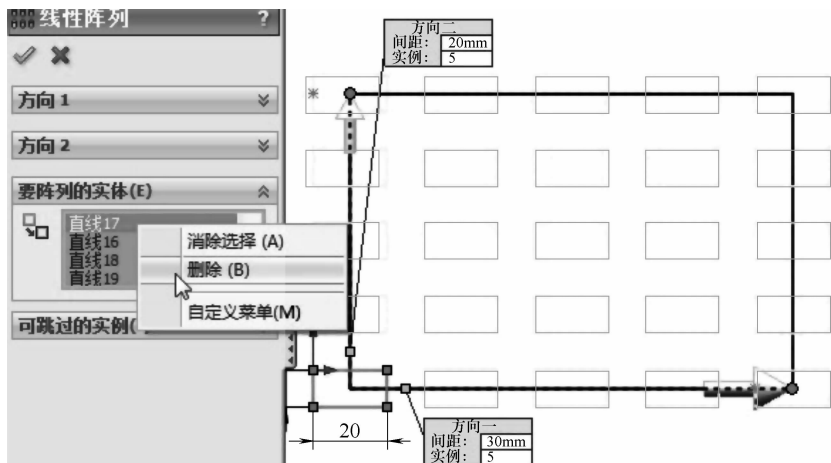

图 2-48 删除要阵列的实体
(3) 【要阵列的实体】列表框 激活【要阵列的实体】列表框，选择要阵列的草图元素后会在【要阵列的实体】列表框中列出所选择的草图元素，如要删减可以直接在【要阵列的实体】列表框中选中并删除，如图 2-48 所示。